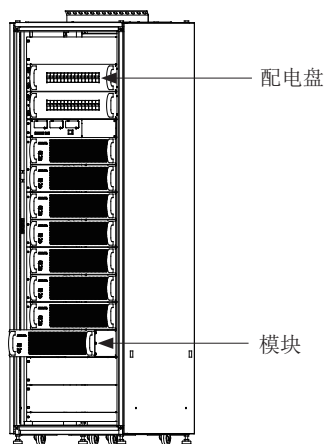

图 4-5
7. 重复上述 4-6 的步骤将所需 UPS 模块依次全部安装到 UPS 机柜内（图 4-5）；
8. 安装配电盘模块（选配）：卸下配电盘安装位置的盲板，调整活动螺母的位置和配电盘的安裝孔保持一致，将配电盘使用 M6 内六角螺丝固定到预定位置（图 4-5）；